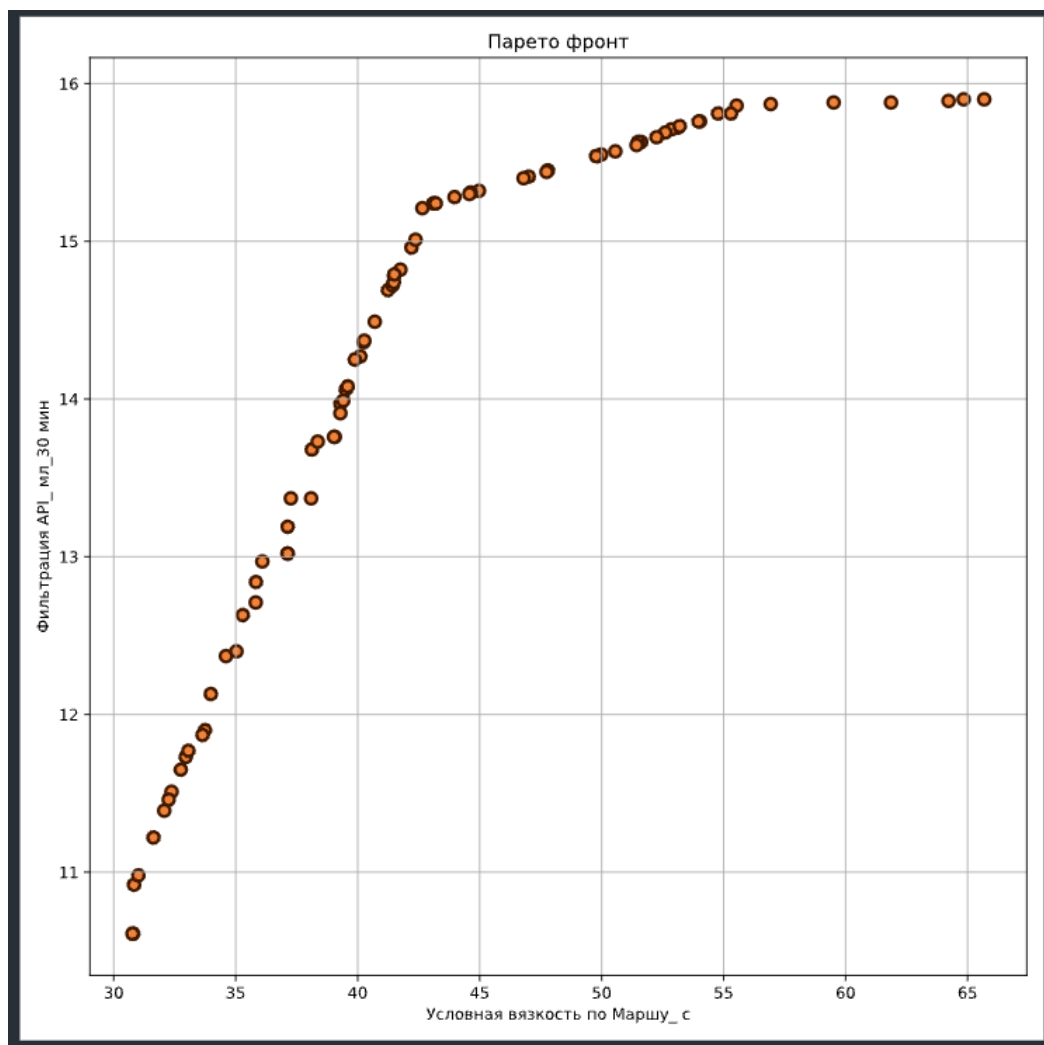

Рисунок 11 – Фронт Парето
- 7) Вывод аппроксимации Парето-оптимального фронта – требуется выбрать различные критерии для осей x и y (рисунок 11).